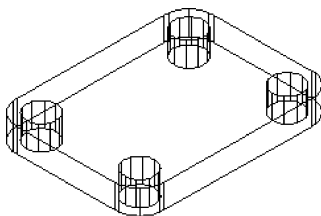

图 13-27 复制圆柱体
(6) 单击“默认”选项卡“修改”面板中的“复制”按钮, 选择第 (5) 步绘制的圆柱体进行复制。结果如图 13-27 所示。